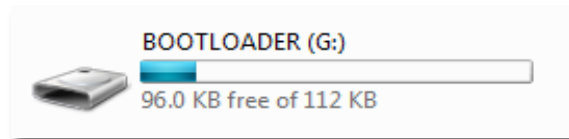

图 61 OpenSDA处于BOOTLOADER模式下的显示
4. 松开SW1键，可见板上一个LED灯在有规律地闪烁，且在PC机上能看到一个移动存储设备，其盘符为BOOTLOADER，表示目标板进入了bootloader模式，如图61所示。